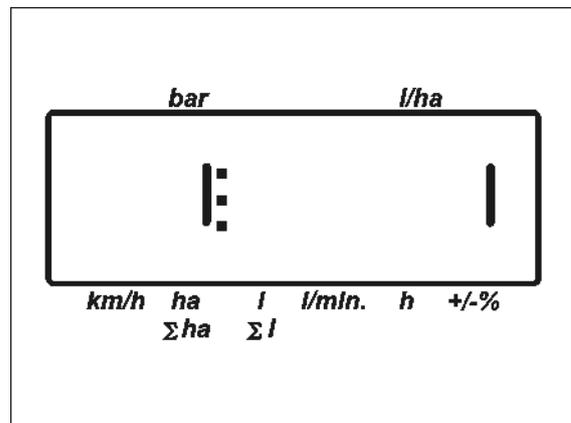
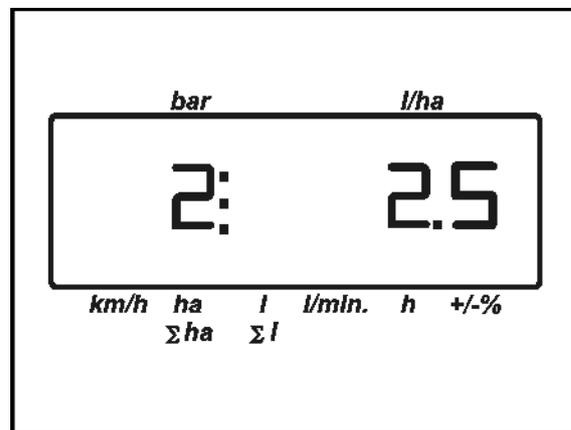

Fig. 6
Fig. 7
- Visualização  : Modelo de aparelho 0, 1 ou 2 (Fig. 6).
- o 1 – Aparelho sem função de pressão contínua (TG)
- Visualização  : Característica reguladora de pressão (Fig. 7).